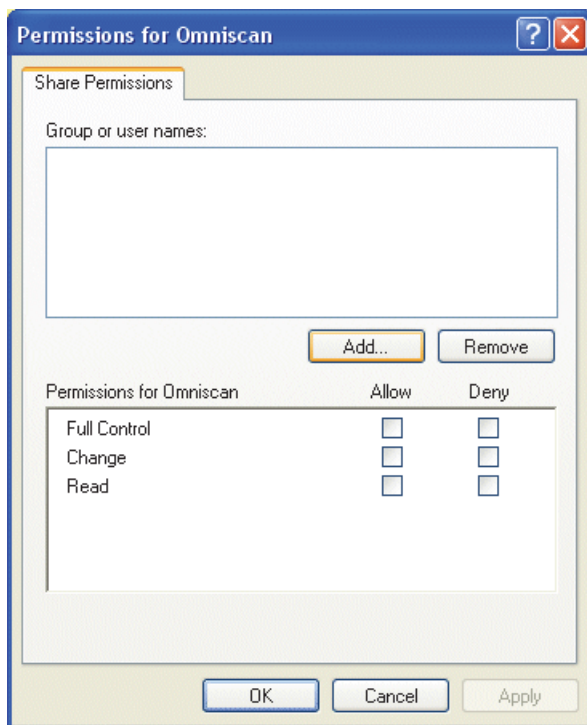

Рис. 7-15 Окно Разрешения для Omniscan (Windows XP)
7. В диалоговом окне **Permissions for Omniscan** (Разрешения для Omniscan) щелкните на **Add** (Добавить) (см. Рис. 7-15 на стр. 209).